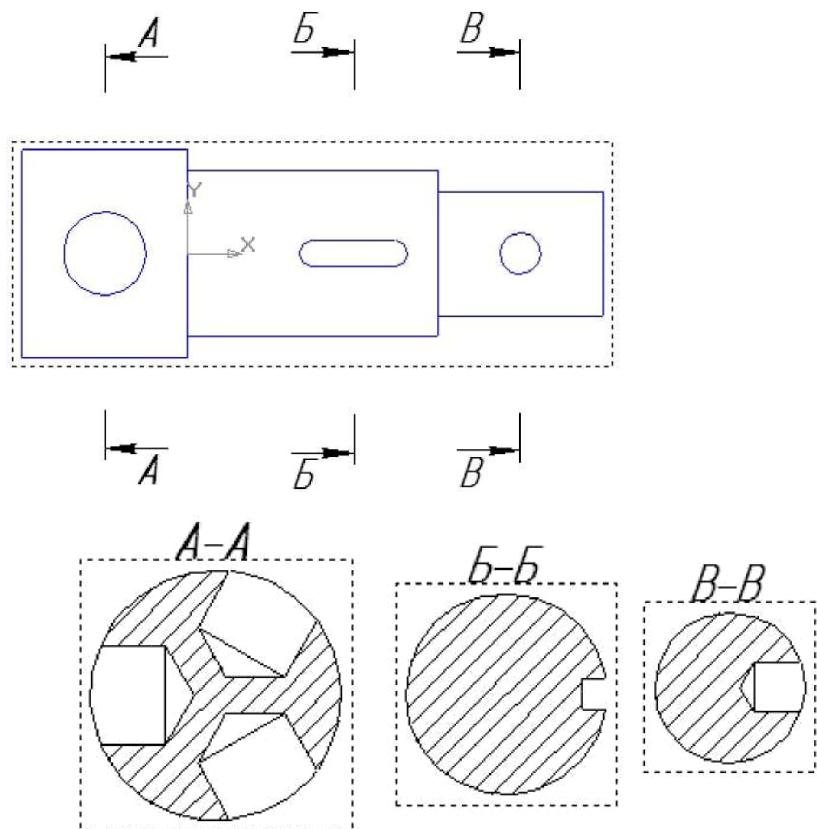

Рис. 6.21
10. Создаем новый чертеж, с использованием команды **Главного меню Вставка - Вид с модели - Произвольный** создаем вид **Спереди**. Назначаем положение секущих плоскостей, используя команду **Линия разреза**, расположенную на панели инструментов **Обозначения** компактной панели инструментов (рис. 6.21).
11. Для построения сечений используем команду **Разрез/Сечение**. На рис. 6.21 показан чертеж модели с сечениями, выполненными системой КОМПАС.